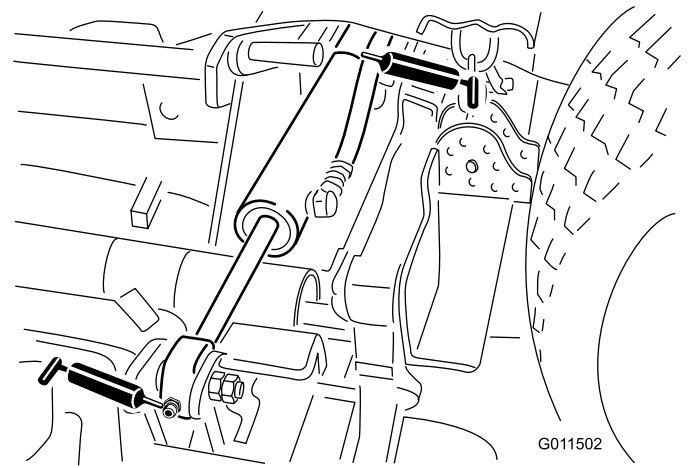

Bild 48
Seitmähwerk-Hubzylinder (4) (Bild 48)